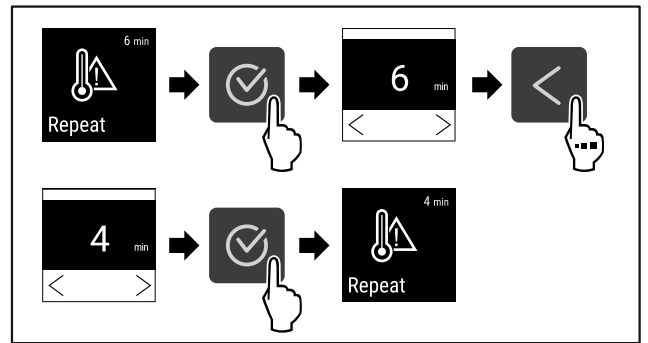

Fig. 129
- ▶ Провести етапи операцій (див. Fig. 129) .